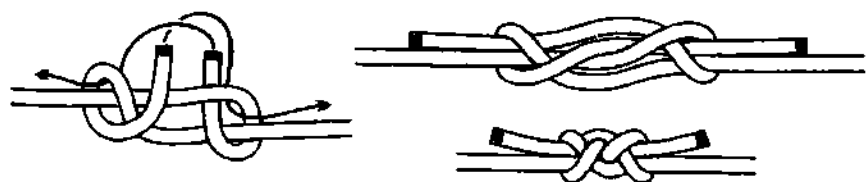

Рис. 819. Обратный узел.
**обратный узел**, чтобы пришить кожаную обшивку к деревянным шпангоутам и стрингерам лодки. **Обратный узел** был выбран не случайно, поскольку он сильно напоминал узел, изображённый в одном манускрипте VI века, и быть может, именно этот узел и использовал сам Св. Брендан. **Обратный узел** не только очень крепкий, но и имеет плоскую форму, что очень важно, ведь всё, что в воде выступает за борт, значительно снижает скорость судна (рис. 819).